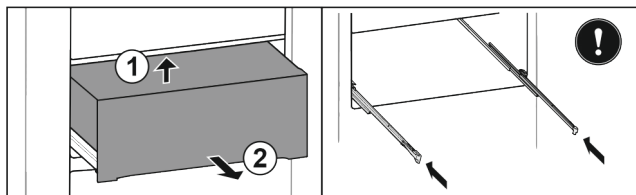

Fig. 29\*
- ▶ Повдигнете отдолу отзад Fig. 29 (1).\*
- ▶ Извадете напред Fig. 29 (2).\*